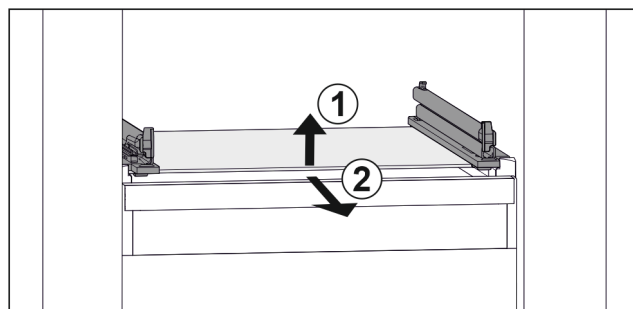

Fig. 36 Příklad znázornění skleněné desky
- ▶ Nadzvedněte skleněnou desku vpředu. Fig. 36 (1)
- ▶ Vyjměte skleněnou desku dopředu. Fig. 36 (2)